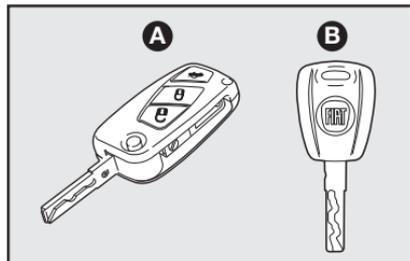

fig. 1
CHAVES - fig. 1
- chave principal tipo canivete **A-fig. 1**.
- chave reserva **B-fig. 1**.
Para algumas versões a chave reserva também é do tipo canivete **A-fig. 1**.
- abertura/fechamento das portas por meio do controle remoto. (chave **A-fig. 1**).